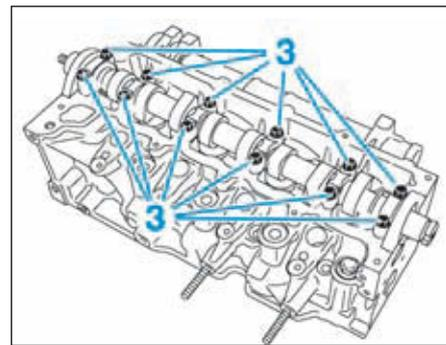

FIG.82
- les vis (3) et les paliers d'arbres à cames (Fig.82),